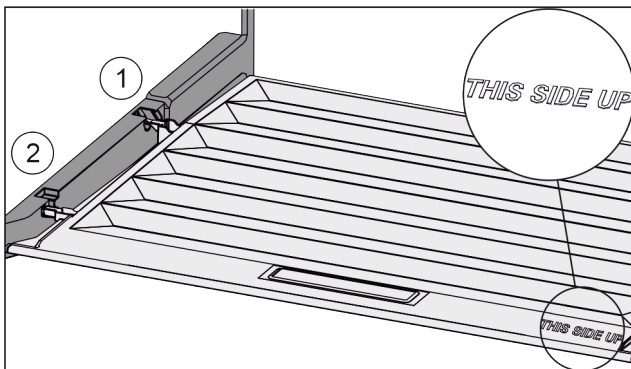

Fig. 27
- Introduire les rainures du couvercle par l'orifice du support arrière Fig. 27 (1) et les enclencher à l'avant dans le support Fig. 27 (2).